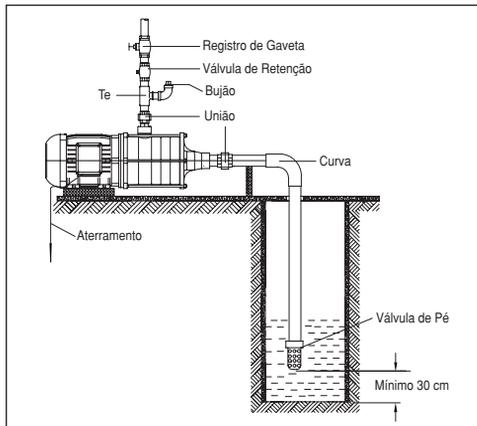

Figura 1 - Esquema de Instalação
- Providencie na instalação de recalque, um bujão para escorva como o que sugerimos na Figura 1.
- Nunca abra o bujão de escorva (Figura 1) da motobomba enquanto a mesma estiver em operação, pois a pressão pode arremessá-lo contra alguém.